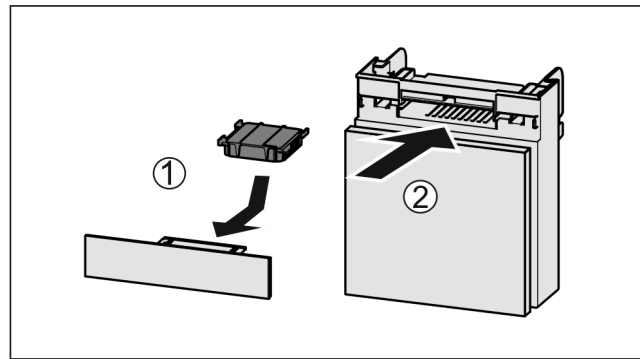

Fig. 219
- Aktivkohlefilter nach Abbildung einsetzen Fig. 219 (1).
- Fach einschieben Fig. 219 (2).